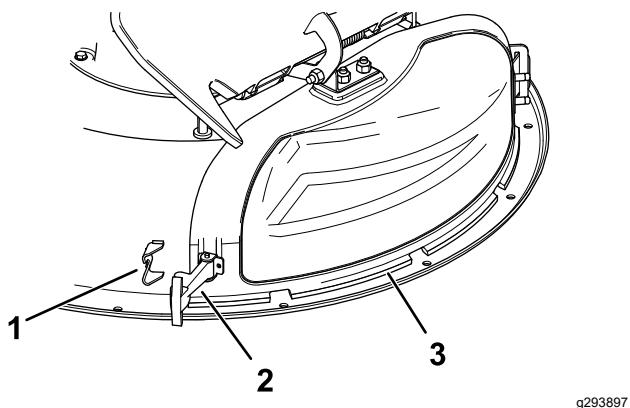

Figura 11
3. Liberate il dispositivo di chiusura flessibile dal relativo fermo sul coperchio dello scarico e aprite il coperchio dello scarico verso destra (Figura 11).
6. Fissate il coperchio dello scarico al piatto di taglio agganciando il dispositivo di chiusura flessibile, presente sul coperchio dello scarico, all'apposito fermo sul piatto (Figura 11).